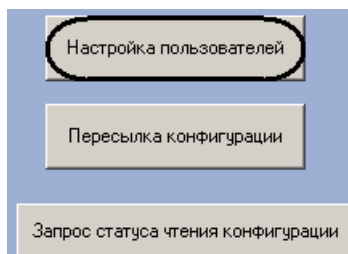

Рис. 3.3—21 Панель настроек объекта Болид (SDK Орион)
1. Перейти на панель настроек объекта **Болид (SDK Орион)** (Рис. 3.3—21).
2. Нажать кнопку **Настройка пользователей** (см. Рис. 3.3—21).
Откроется окно **Настройка пользователей** (Рис. 3.3—22).